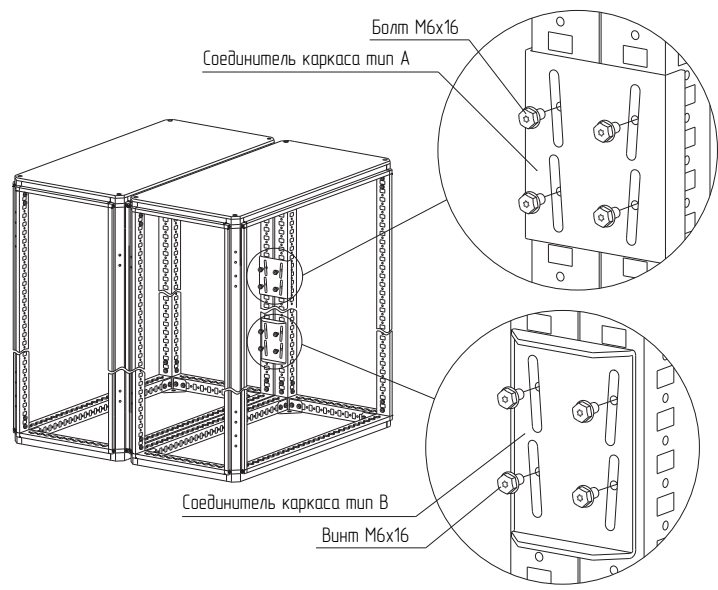

Рисунок 65
4.37.4 Установить соединительные пластины в местах, необходимых для стягивания каркасов, вкрутив по 4 болта М6×16 в каждую пластину на 3–4 оборота (рисунок 65). Пластины должны быть равномерно распределены по высоте вдоль стоек каркаса.